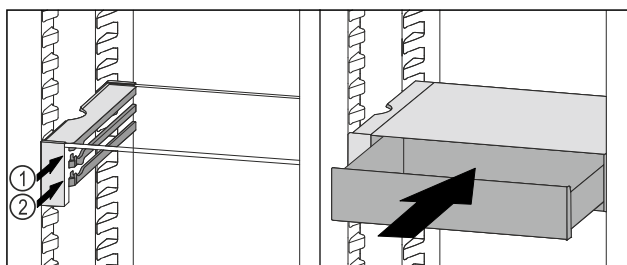

Fig. 246
- Plasser VarioSafe-skuffen bak stopperne på ønsket rille Fig. 246 (1) eller Fig. 246 (2).